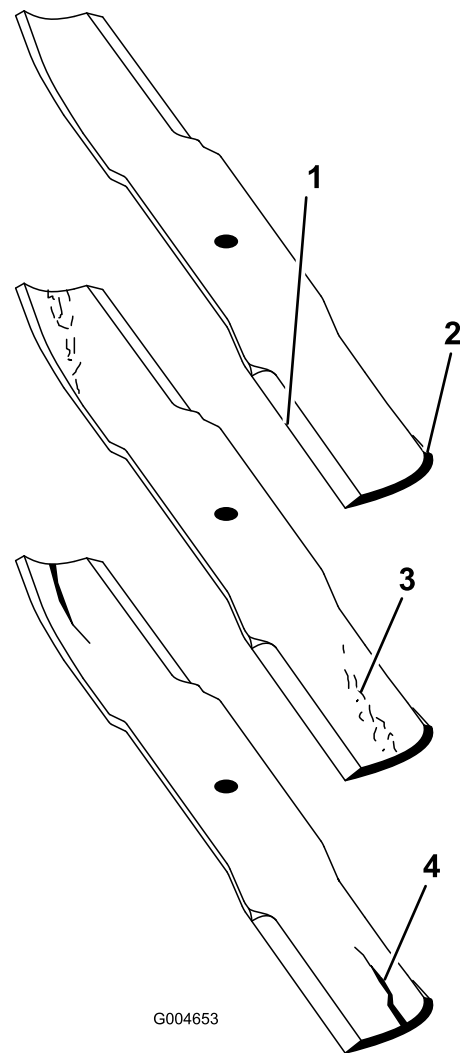

Bild 85
2. Prüfen Sie die Schnittkanten des Messers sorgfältig, insbesondere dort, wo die geraden Flächen die gebogenen berühren (Bild 85).
Hinweis: Da Sand und anderes reibendes Material das Metall abschleifen kann, das die flachen mit den gebogenen Teilen verbindet, müssen Sie das Messer vor jedem Einsatz der Maschine prüfen. Wenn Sie Abnutzung feststellen, (Bild 85), wechseln Sie das Messer aus.